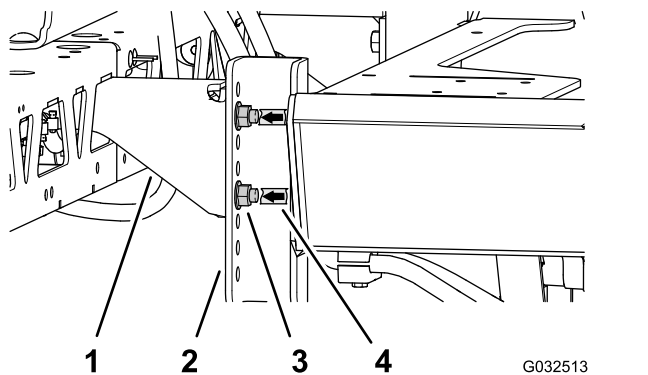

Figura 68
3. Utilizzate un pezzo di nastro adesivo per segnare i fori in cui i 4 bulloni a testa flangiata (1/2" x 1 1/4") e i 4 dadi di bloccaggio flangiati (1/2") fissano le staffe di supporto per la sezione della barra centrale ai canali di montaggio della macchina (Figura 68).